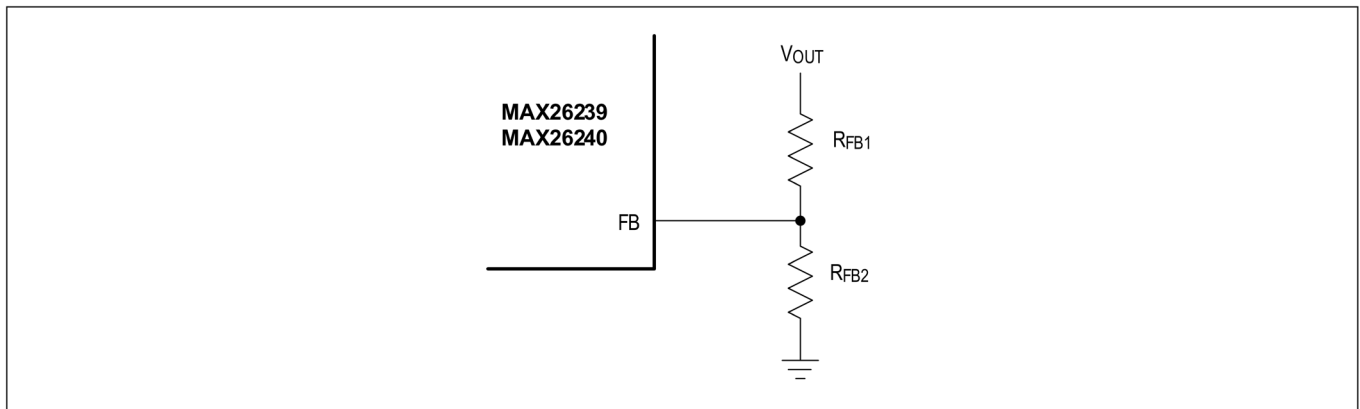

図 1. 出力電圧の外部調整
FB を V_{CC} に接続すると、帰還ピン (FB) と AGND の間に配置された内部抵抗分圧器で設定される固定出力電圧がイネーブルされます。出力電圧を 3V~20V の範囲で外部調整するには、図 1 に示すように、出力 (OUT) から FB を経由して AGND に至る抵抗分圧器を接続します。 R_{FB1} と R_{FB2} の値は式 12 を使用して計算します。